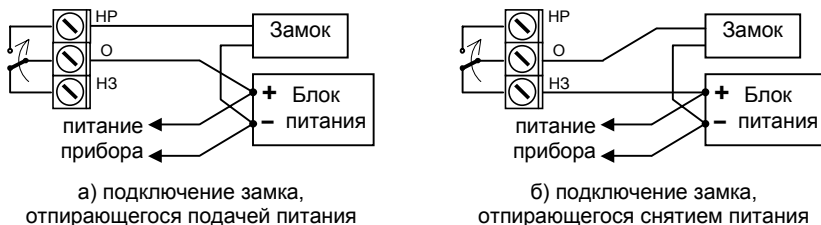

Рисунок 9 – Подключение электрического замка
**ВНИМАНИЕ!** Рекомендуется питать замок от отдельного источника. Если замок и прибор работают от общего источника питания, то для снижения помех рекомендуется выполнять цепи замка и цепи питания прибора отдельными линиями, соединяющимися непосредственно на выводах источника питания (рисунок 9). Обязательно используйте в цепи замка искрогасящие элементы (диод, RC-цепочку или варистор).